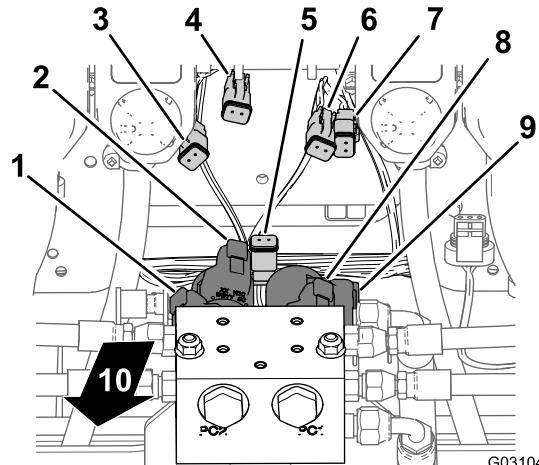
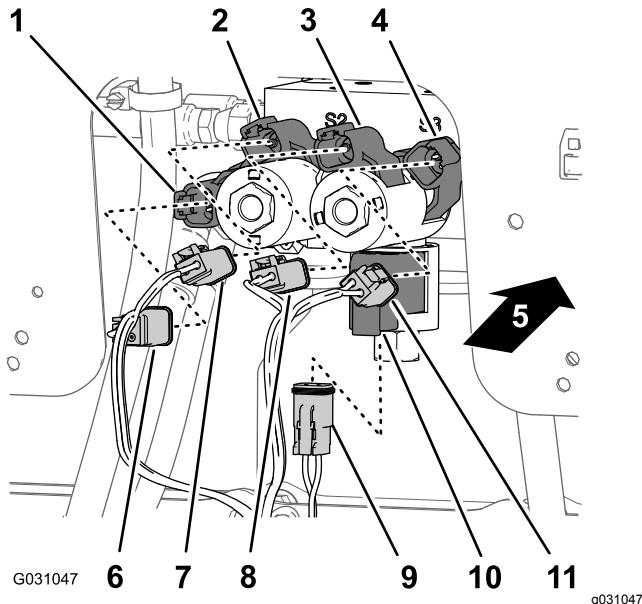

Figura 104
Figura 105
1. Nella parte inferiore del collettore del cilindro di sollevamento, collegate il connettore a 2 prese del cablaggio preassemblato posteriore indicato come **Enable Solenoid** (attivazione solenoide) al connettore a 2 pin per l'attivazione del solenoide (Figura 104 e Figura 105).
2. Nel solenoide inferiore destro, collegate il connettore a 2 prese del cablaggio preassemblato posteriore indicato come **In basso a destra** al connettore a 2 pin per il solenoide in basso a destra (Figura 104 e Figura 105).
3. Nel solenoide superiore destro, collegate il connettore a 2 prese del cablaggio preassemblato posteriore indicato come **In alto a destra** al connettore a 2 pin per il solenoide in alto a destra (Figura 104 e Figura 105).
il solenoide in basso a sinistra (Figura 104 e Figura 105).